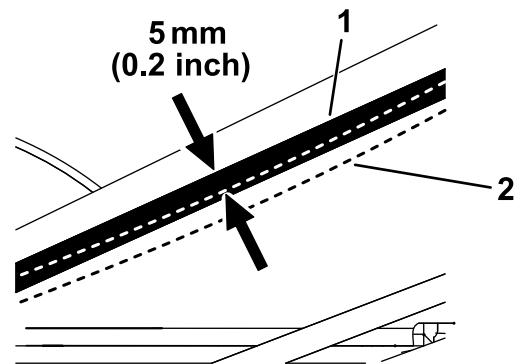

Figura 28
5. Con un medidor de tensión de un solo tambor, presione hacia abajo la correa para comprobar la tensión del siguiente modo (Figura 28):